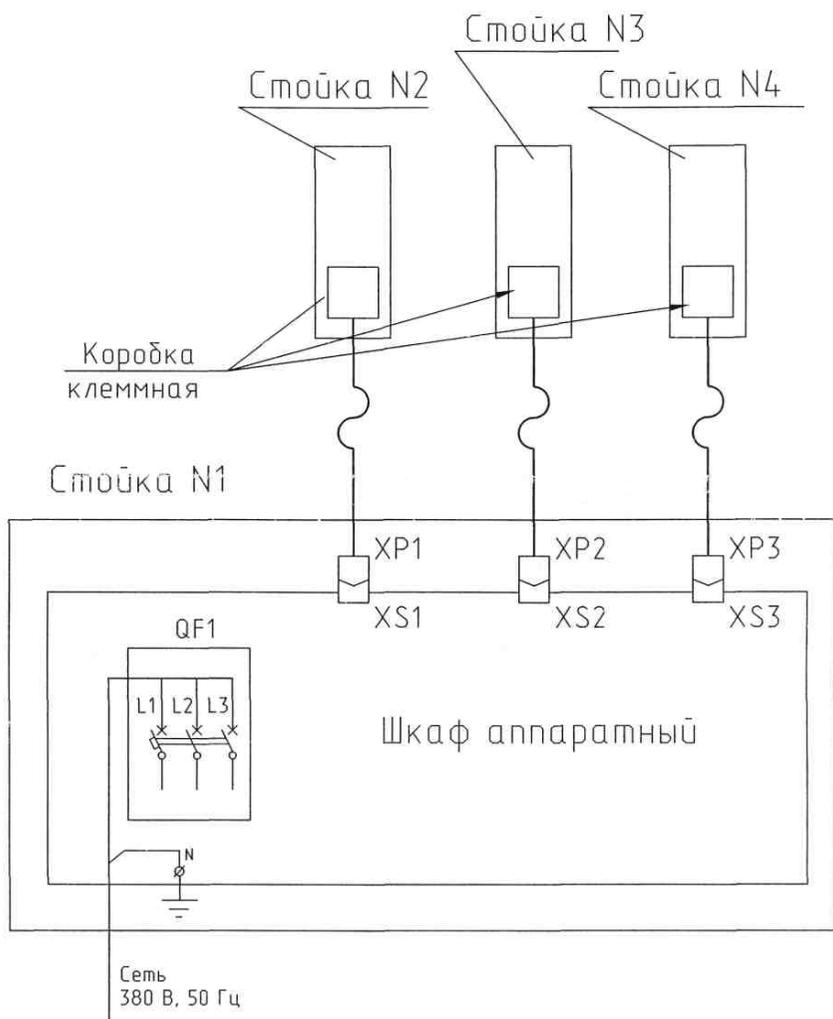

Рис. 4. Схема электрическая соединений подъемника ПЛ5-30
4.5. Перечень элементов схемы электрической принципиальной приведен в таблице № 1. Схема электрическая соединений приведена на Рис. 4.